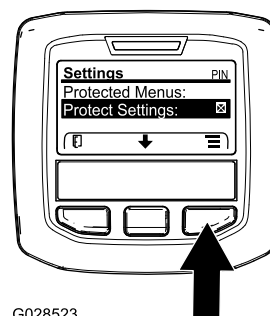

図 32
1. 保護メニューにアクセスし、サブメニューのロックを解除する 図 32 アクセス制限付きメニューへのアクセス \(ページ 21\)を参照。